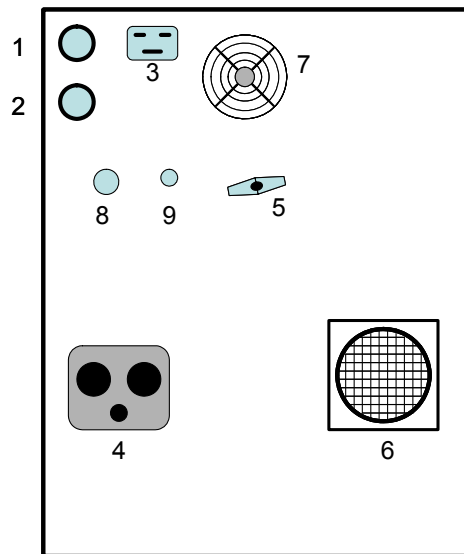

Abbildung 1-2. Rückseitige Geräteanschlüsse
- Halten Sie ausreichend große Luftabstände zwischen dem freiliegenden Hochspannungsleiter und jeglichen angrenzenden Erdanschlüssen ein, um Funkenüberschläge zu vermeiden. Ein unkontrollierter Funkenüberschlag kann eine Gefahrenquelle darstellen. Stellen Sie vor jedem Einsatz ebenfalls sicher, dass das Filtermaterial des Luftansauggebläses (siehe Abb. 1-2, Nr.6) sauber und trocken ist.